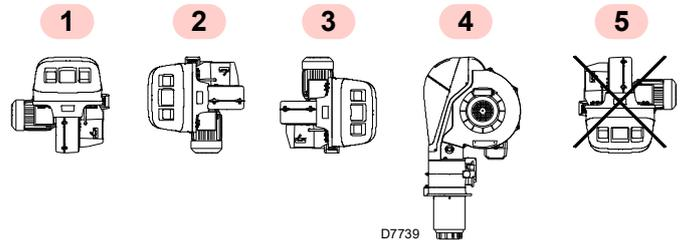

Fig. 14
- El quemador está preparado exclusivamente para funcionar en las posiciones **1, 2, 3 y 4** (Fig. 14).